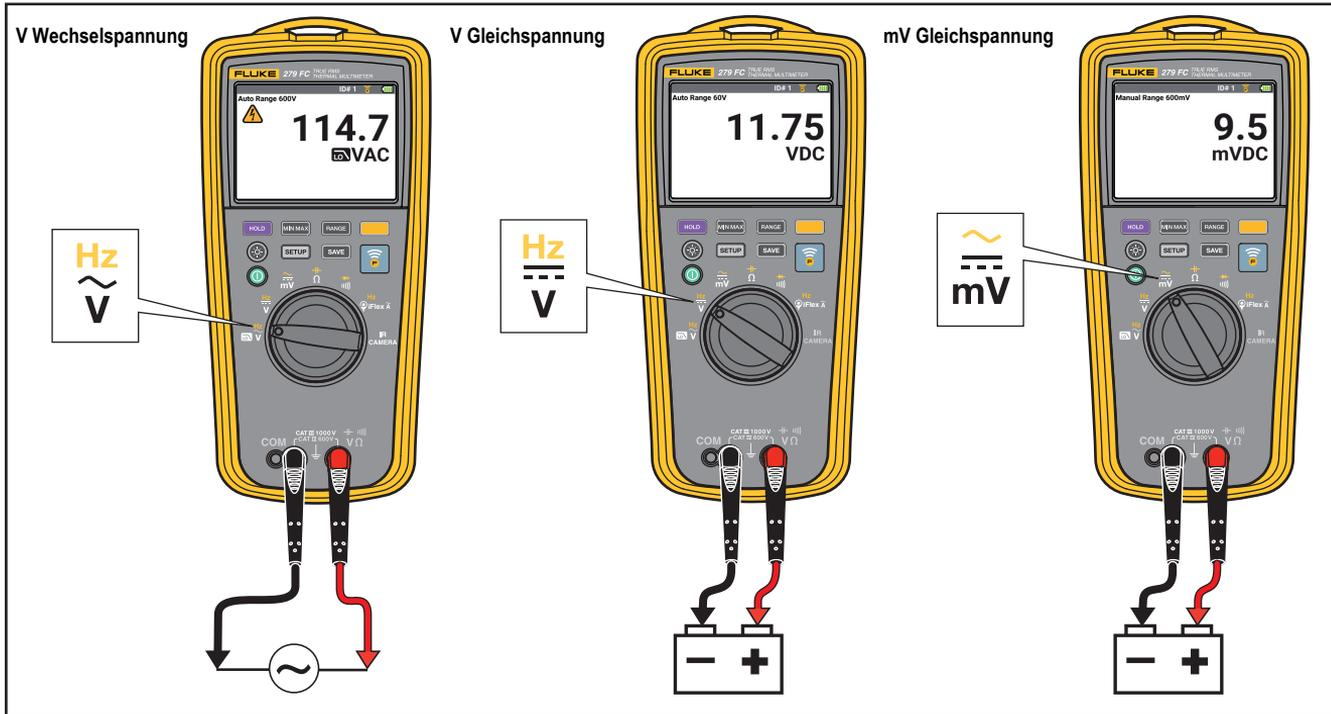

Abbildung 4. Wechsel- und Gleichspannungsmessungen
- Wechsel- und Gleichspannungsmessungen, siehe Abbildung 4
1. Den Drehschalter auf $\overset{\sim}{mV}$ stellen. siehe Abbildung 4